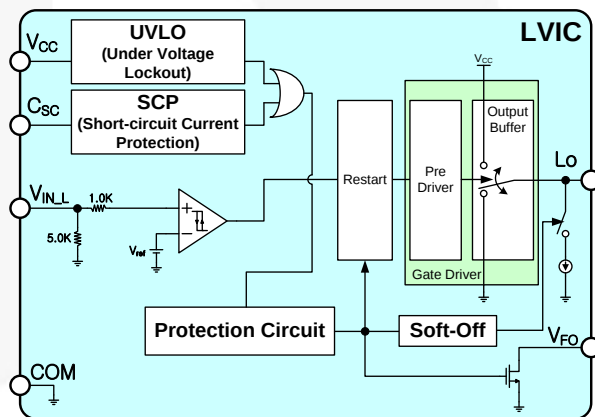

图 25. 内部框图
LVIC 的框图以及软关断功能的动作顺序如图 25和图 26所示。存在两种内部保护功能：UVLO 和 SCP。在正常条件下 IGBT 关断时，依据关断栅极信号 ($V_{IN,L}$)，通过栅极驱动器模块（栅极驱动器模块的预驱动器开通输出缓冲，中的路径图 26 ①），LVIC 立即关断 IGBT。然而，当 IGBT 在保护功能下关断时，通过保护电路的输出（禁止输出缓冲，高阻态），在保护功能信号作用下 IGBT 栅极驱动器被禁用。保护电路的输出接通软关断功能。这样，借助软关断电路， V_{GE} 进行慢速放电。（中的路径图 26 ②）。